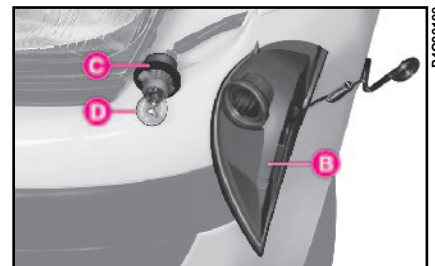

fig. 18
2) quite el grupo transparente **B**-fig. 18 por la parte anterior;